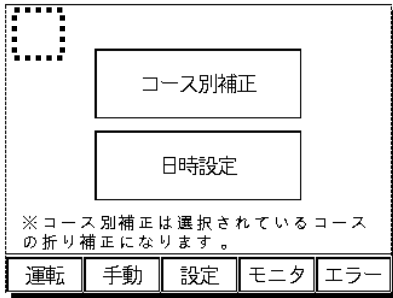
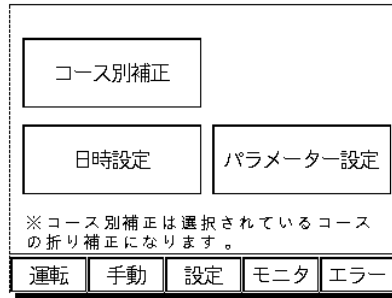

図7-32
図7-33
- ・ 設定メニュー画面(図7-32)の左上角を2秒長押しで、設定画面(図7-33)に「パラメータ設定」を表示します。(一度電源を切ると「パラメータ設定」スイッチは表示されなくなります。)